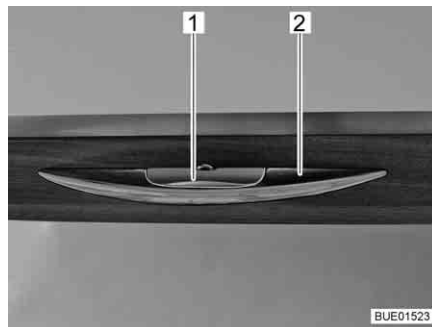

Fig. 54 Abattant de placard avec poignée de déverrouillage
- Enfoncer la poignée de déverrouillage (Fig. 54,1) et la maintenir enfoncée.
- Tirer sur la poignée (Fig. 54,2) jusqu'à ce que l'abattant de placard s'ouvre.